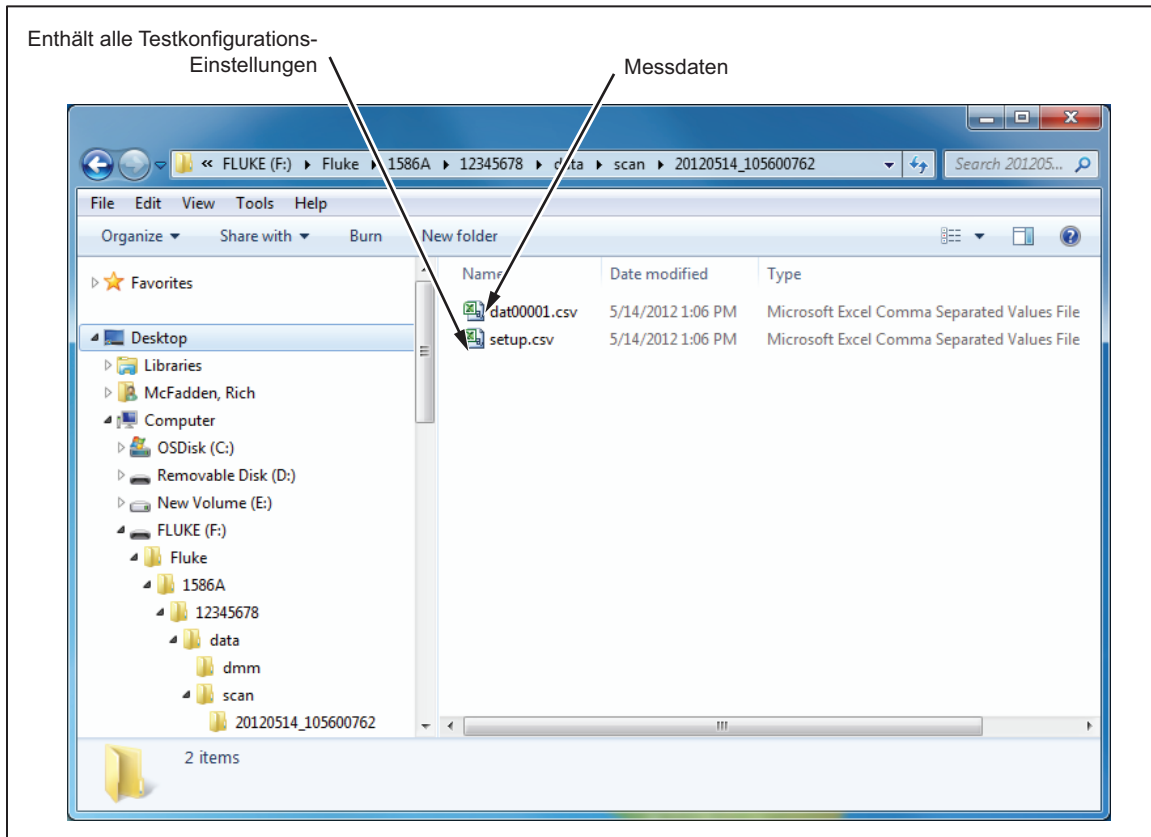

Abbildung 4-9. Die Dateien „setup.csv“ und „dat00001.csv“
5. Zum Datenordner wie folgt navigieren (Beispiel einer Ordnerstruktur in Abbildung 4-9):
6. Eine zu öffnende Datei wählen und dann auf diese Datei doppelklicken. Der mit einem Zeitstempel versehene Datenordner enthält zwei Dateien mit kommagetrenntem Format (.csv): **setup.csv** und **dat00001.csv**. Die Datei „setup.csv“ umfasst alle bei der Datenaufzeichnung konfigurierten Testparameter. Die Datei „dat00001.csv“ umfasst alle aufgezeichneten Messdaten. Siehe Abbildung 4-9.